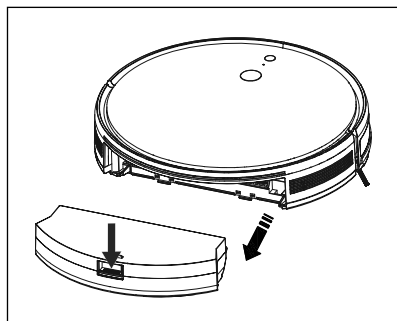

Fig. 7
- 1) Apăsăți tasta de deblocare **15** a recipientului de praf **16** și trageți-l din aparat (a se vedea fig. 7).